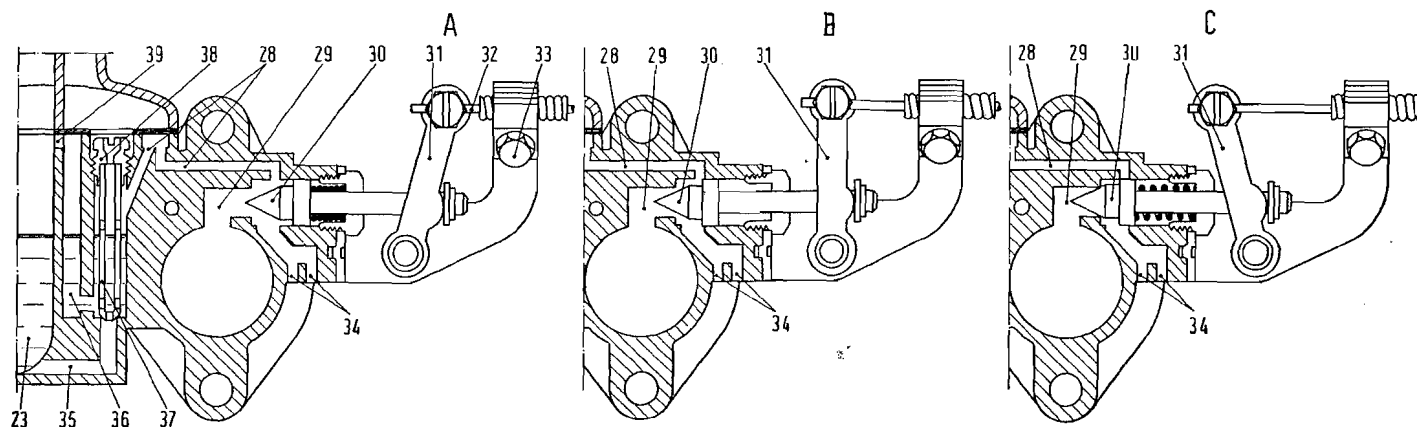

Fig. 42. - Sezioni dimostrative del carburatore Weber 26 OC sul dispositivo d'avviamento.
Dallo schema di funzionamento in fig. 42 si rileva che il carburante, proveniente dalla vaschetta (23), attraverso il canale (35) giunge al getto avviamento (37).
Tirando a fondo corsa il comando del dispositivo di avviamento mediante la leva (31), la valvola conica (30) viene sollevata dalla sua sede di tenuta e portata nella posizione di completa apertura (posizione « A » di fig. 42): in queste condizioni la valvola (30) scopre sia il canale di miscela (28) che il canale miscela avviamento (29).
Durante questa manovra la valvola (30) copre gradualmente il foro del canale di miscela (28) in modo da smagrire la miscela erogata dal dispositivo, mentre ottura progressivamente il canale (29), riducendo man mano la quantità di miscela erogata dal carburatore; in questo modo il dispositivo fornisce una miscela a titolo tanto più povero ed in quantità tanto minore quanto più ridotto è il grado di inserzione del dispositivo stesso (posizione « B » di fig. 42).
Con il dispositivo di avviamento disinserito, la valvola (30) chiude il canale di miscela (29) impedendo il richiamo di carburante (posizione « C » di fig. 42).